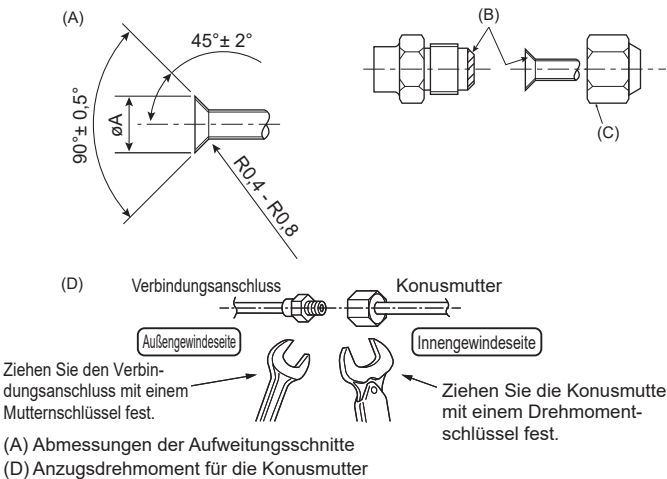

Abb. 4-1
(A) (Abb. 4-1)
(D) (Abb. 4-1)
4.2. Rohranschlüsse (Abb. 4-1)
- Vor dem Anziehen der Konusmutter eine dünne Schicht Kältemittel-Öl auf das Rohr und auf die Oberfläche des Sitzes an der Nahtstelle auftragen. (A)
- Mit 2 Schraubenschlüsseln die Rohrleitungsanschlüsse fest anziehen. (D)
- Tragen Sie Kältemaschinenöl auf die gesamte Konusauftragfläche auf. (B)
- Die Konusmuttern für die nachstehende Rohrgröße verwenden. (C)